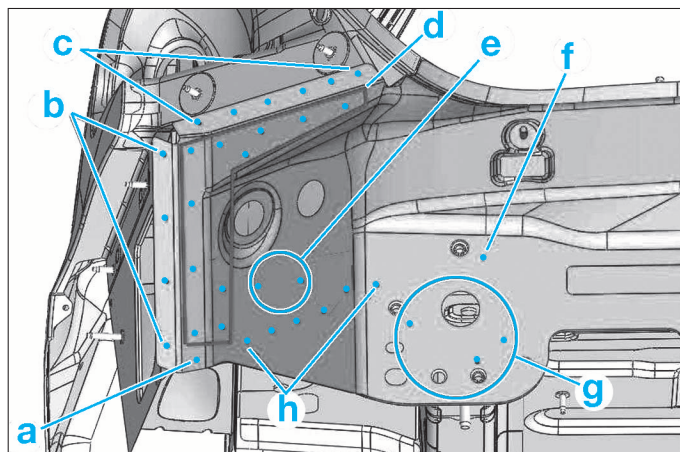

FIG. 86
- Fraiser (Fig.86) :
- (a), (b), (c), (e), (f), (g), et (h) par points électriques (Fig.86).